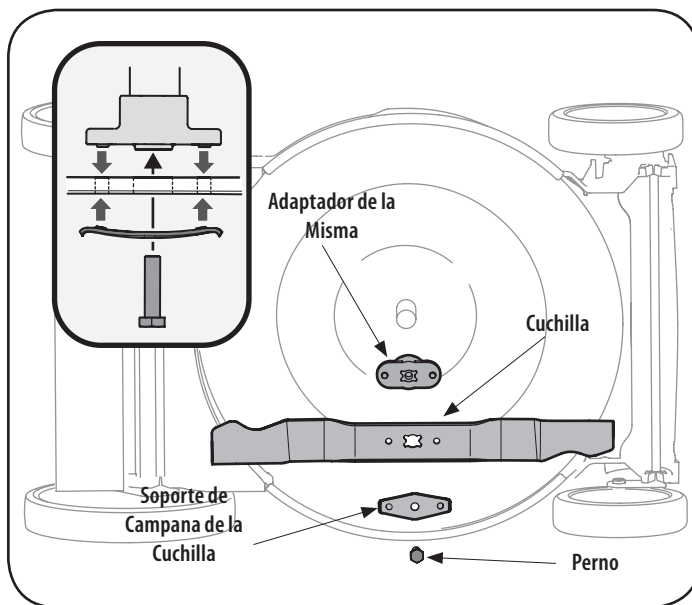

Figura 14
2. Incline la cortadora de césped de modo que quede apoyada sobre el alojamiento, mantenga el silenciador de costado hacia abajo. Refiérase a la figura 14. Sostenga firmemente la cortadora.
2. Saque el perno y el soporte de campana de la cuchilla que sostienen la cuchilla y el adaptador de la misma al cigüeñal del motor. Vea la Figura 14.
5. Lubrique el cigüeñal del motor y la superficie interna del adaptador de la cuchilla con aceite ligero. Deslice el adaptador de la cuchilla sobre el cigüeñal del motor. Instale la cuchilla en el adaptador con el lado marcado "Bottom" (inferior) (o con el número de parte) hacia el piso cuando la cortadora de césped está en posición de funcionamiento. Asegúrese que la cuchilla quede alineada y asentada en las bridas del adaptador. Vea la Figura 14 inserto.